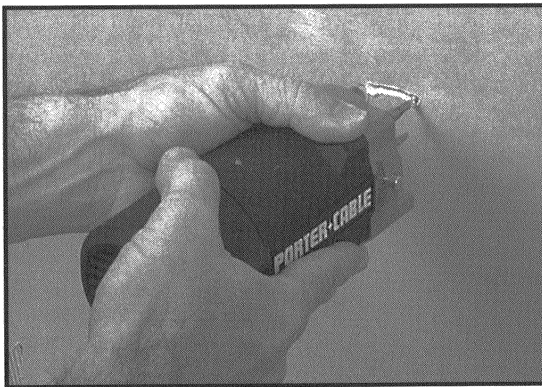

Fig. 5
ADVERTENCIA: Desconecte todo circuito eléctrico que pueda estar dentro del área que va a cortar. Solamente agarre la herramienta por la caja principal (vea Figs. 5 hasta 9) para evitar un choque eléctrico que pueda resultar al cortar un alambre vivo.
5. Agarre el Cortador bien con las dos manos y empuje la broca hasta que el piloto penetre completamente el panel en el lugar marcado en el Número 3 (vea Fig. 5). Aváncelo a la derecha hasta que toque el lado interior de la caja de salida.